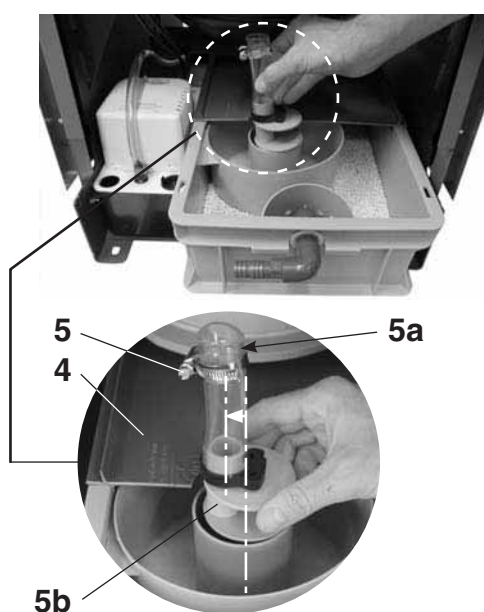
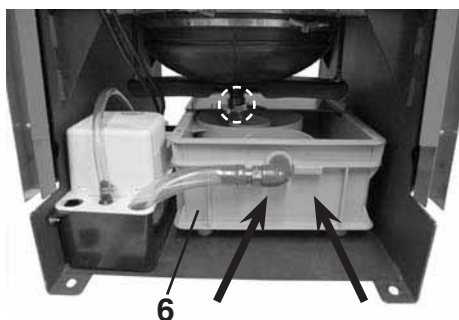
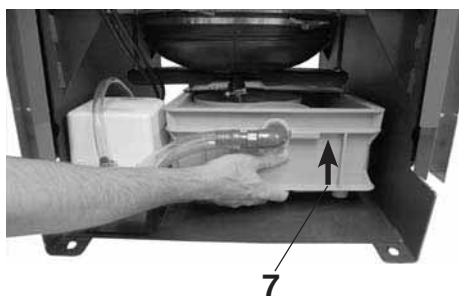

Bild 26
Fig. 27
Fig. 28
5. Inserire il coperchio posteriore (4, fig. 26) del box di neutralizzazione.
6. Applicare la staffa (5) ad una distanza di circa 20mm dalla parte terminale superiore del tubo flessibile e stringerla leggermente. Il tubo (5a) dalla parte in entrata (5b) deve essere orientato verso sinistra.
7. Spingere il box di neutralizzazione (6, fig. 27) nella caldaia finché il tubo del sifone (5a, fig. 26) viene a trovarsi esattamente sotto il bocchettone di scarico.
8. Sollevando il box di neutralizzazione (7, fig. 28) il tubo flessibile del sifone (5a, fig. 26) può essere spinto senza problemi sul bocchettone di scarico della vaschetta del condensato.